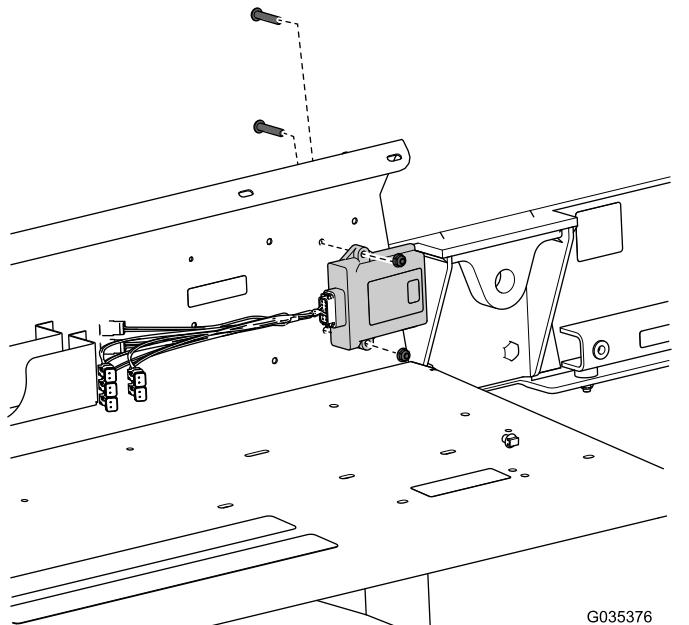

Рисунок 3
- Снимите базовый модуль и жгут проводов с ограждения крыла (Рисунок 3).